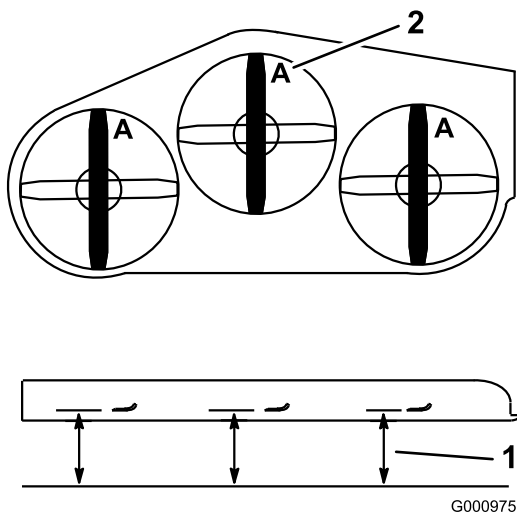

Figura 75
3. Girate le lame fino a disporle in parallelo con la lunghezza della macchina (Figura 75). Misurate da un piano orizzontale fino al tagliente delle lame, posizione A, (Figura 75). Prendete nota di questa misura.